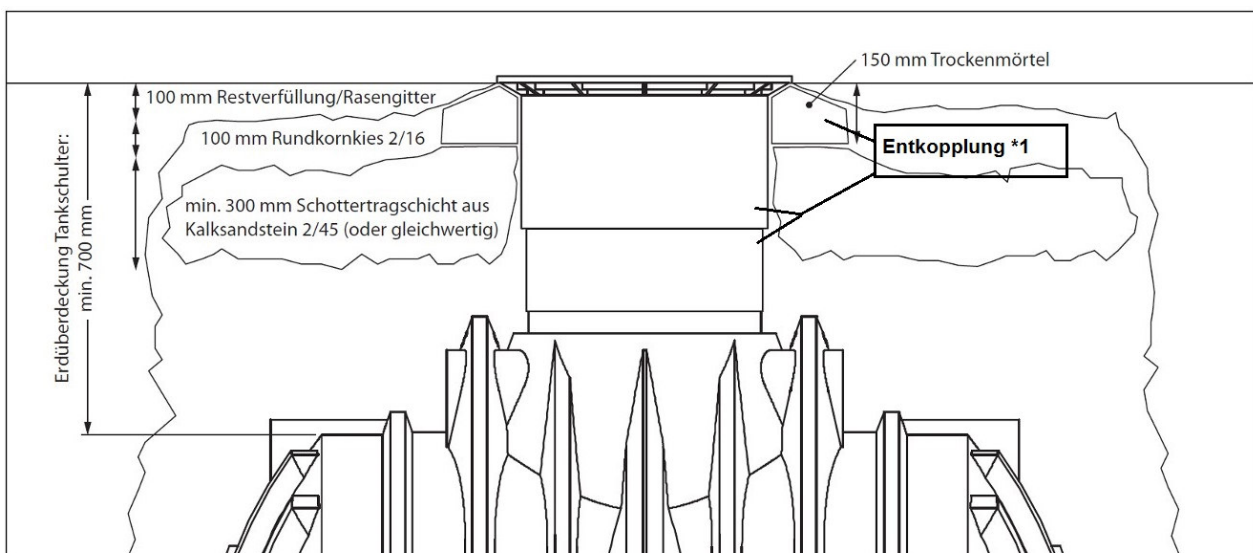

Abbildung 5: Bauseitige Herstellung eines befahrbaren Überbaus mit Teleskopdom oder Teleskopsegmentes
- Ergänzend zur Schottertragschicht wird **unterhalb des Rahmens der Abdeckung** eine ca. 150 mm hohe Unterfüllung aus Trockenmörtel (Fertigmischung aus dem Baumarkt) aufgebracht. Diese Schicht muss umlaufend min. 200 mm breit sein und ist direkt am Teleskopdom auszuführen. **Entkopplung *1 Abbildung5**
In ==> Abbildung 5 sind die verschiedenen Schichten